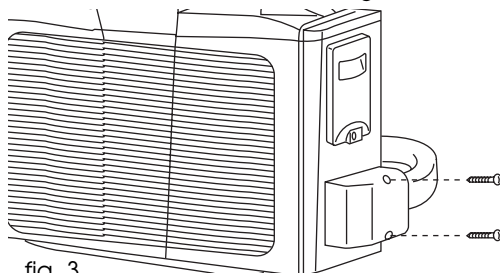

fig. 3
- 1) Draai de twee schroeven van het beschermdoeksel van de koppelingen op de externe eenheid los. (Fig. 3)